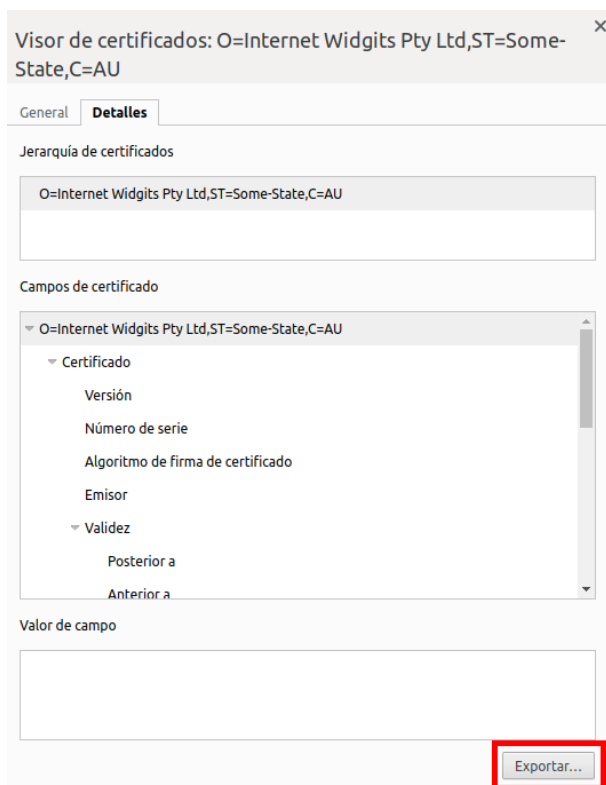

Fig. 21. Pantalla "Visor de certificados - Exportar".
- Aparecerá una nueva pantalla con toda la información del certificado del sitio. Hacer clic en la pestaña "Detalles" y pulsar el botón "Exportar..." al final de ésta (Fig. 21).